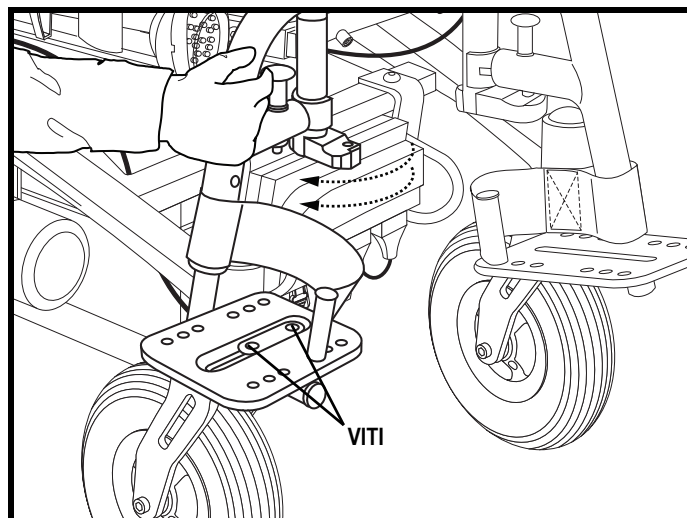

Figura 16. Regolazione del poggiatesta pieghevole
1. Allentare i dadi sulle due viti sul lato inferiore del pianale. Vedere figura 16.